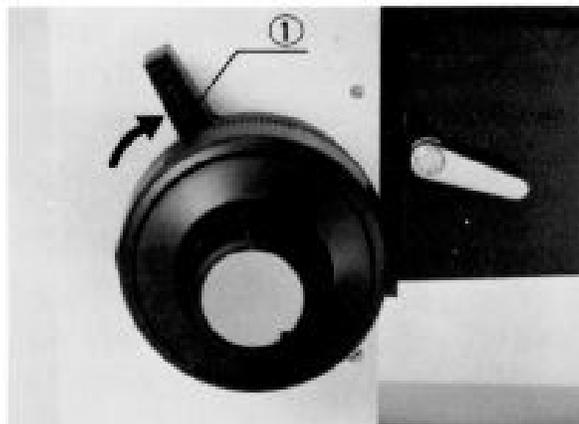

Figura 36: Palanca de preenfoco.
- Esta palanca se proporciona para evitar el posible contacto entre la muestra y el objetivo, así como para simplificar el enfoque grueso. La palanca se bloquea después de que se haya logrado el enfoque grueso, se puede apreciar en la figura 36.